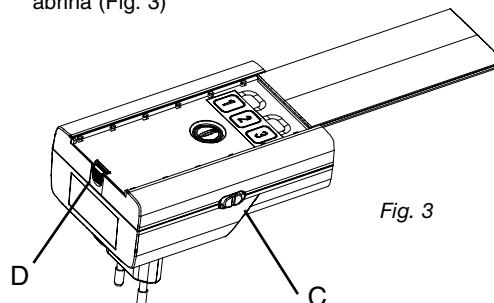

Fig. 3
Suelte el pestillo (D) y deslice la ventana para abrirla (Fig. 3)